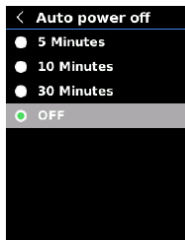

Fig. 20
2. Appuyez sur les boutons $\wedge$ et $\vee$ pour sélectionner l'option de mise hors tension automatique souhaitée entre "Off", "5 min", "10 min" ou "30 min" (Fig. 20).